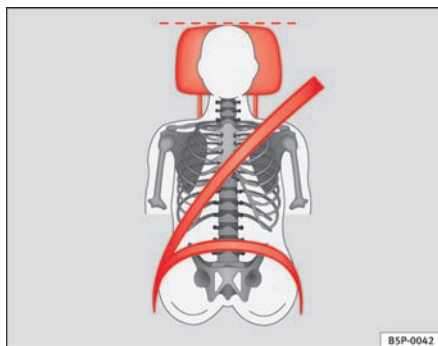
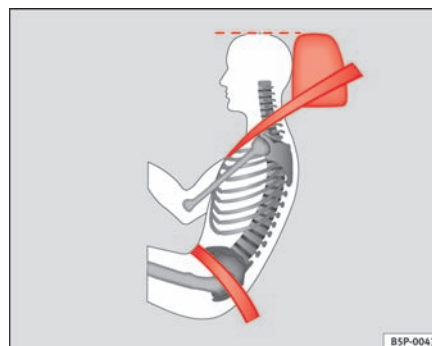

Fig. 92 Set forfra: Hovedstøtten er indstillet korrekt, og sikkerheds-selen er placeret rigtigt.
Fig. 93 Set fra siden: Hovedstøtten er indstillet korrekt, og sikkerheds-selen er placeret rigtigt.
- Indstil hovedstøtten således, at hovedstøttens øverste kant er på højde med den øverste del af dit hoved eller mindst i øjenhøjde ⇒ fig. 92 og ⇒ fig. 93.